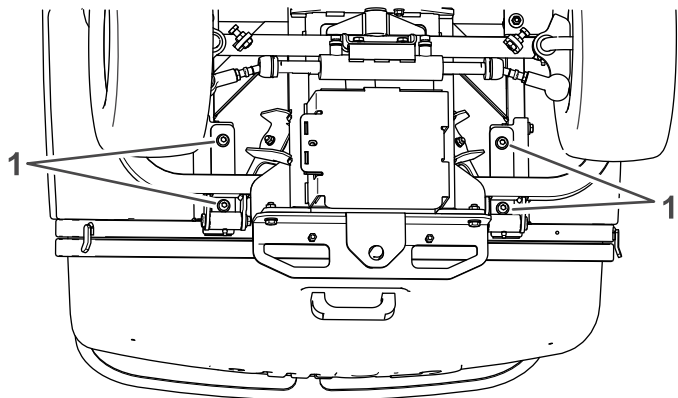

Figure 107
1. Desserrez les 4 boulons qui fixent les supports de levage de la trémie au cadre sous la trémie (Figure 107).
4. Serrez les 4 boulons (Figure 107).